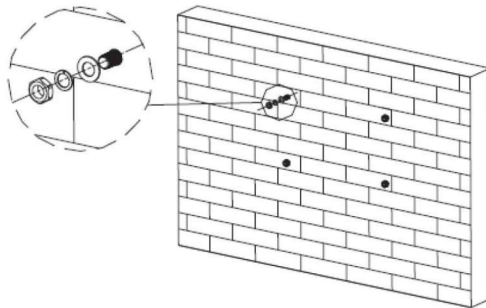

Fig 5.4
- Zmontuj śruby rozporową zgodnie z rysunkiem Fig 5.4